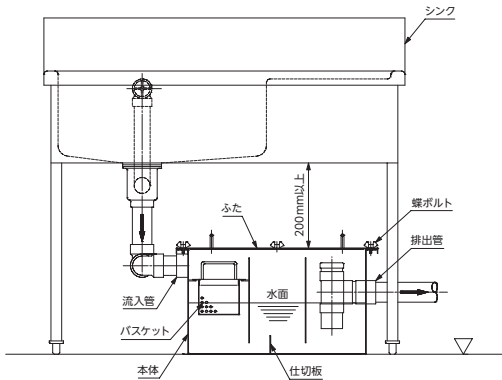

図15 シンク下グリーストラップ 施工例
- 2) 本体蓋の上部に、バスケットを取り出し清掃するスペースが確保できるか確認してください。(図15)